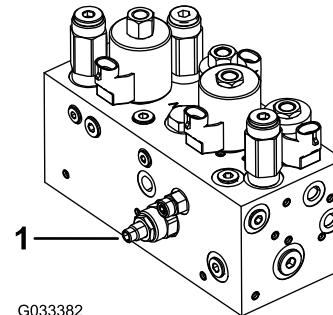

Figura 49
El circuito de elevación/bajada de la unidad de corte está equipado con una válvula de control de flujo (Figura 49). Esta válvula viene ajustada de fábrica con una abertura de aproximadamente 3 vueltas, pero es posible que sea necesario ajustarla para compensar diferencias en la temperatura del fluido hidráulico, la velocidad de siega, etc.
1. Levante el asiento y localice la válvula de control de flujo del bastidor de tiro central (Figura 49), situada en el lateral del colector hidráulico.